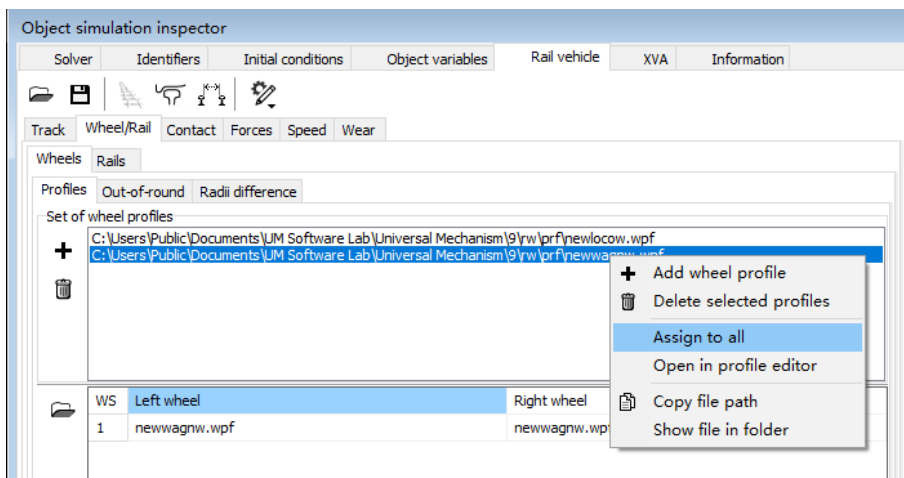

图 1.3 添加车轮型面
5. 在列表选中上一步添加进来的型面，点右键，选择 **Assign to all**，统一赋给所有车轮（实际上每个车轮可以单独设置），如图 1.3 所示。